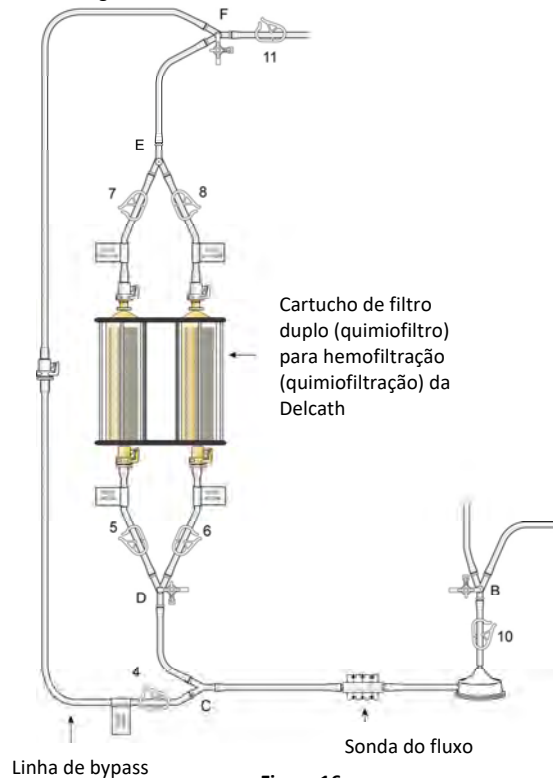

Figura 16
(a) Feche o clampe 4 e abra os clames da entrada do filtro (5, 6) e, em seguida, os clames da saída do filtro (7, 8) e o clampe da saída do circuito (11) (ver Figura 16) e ajuste o fluxo do soro fisiológico normal heparinizado para dentro do filtro para um débito de aprox. 0,5 litros por minuto. Nota: são necessárias pinças hemostáticas para ajustar o débito, caso se recorra à gravidade.